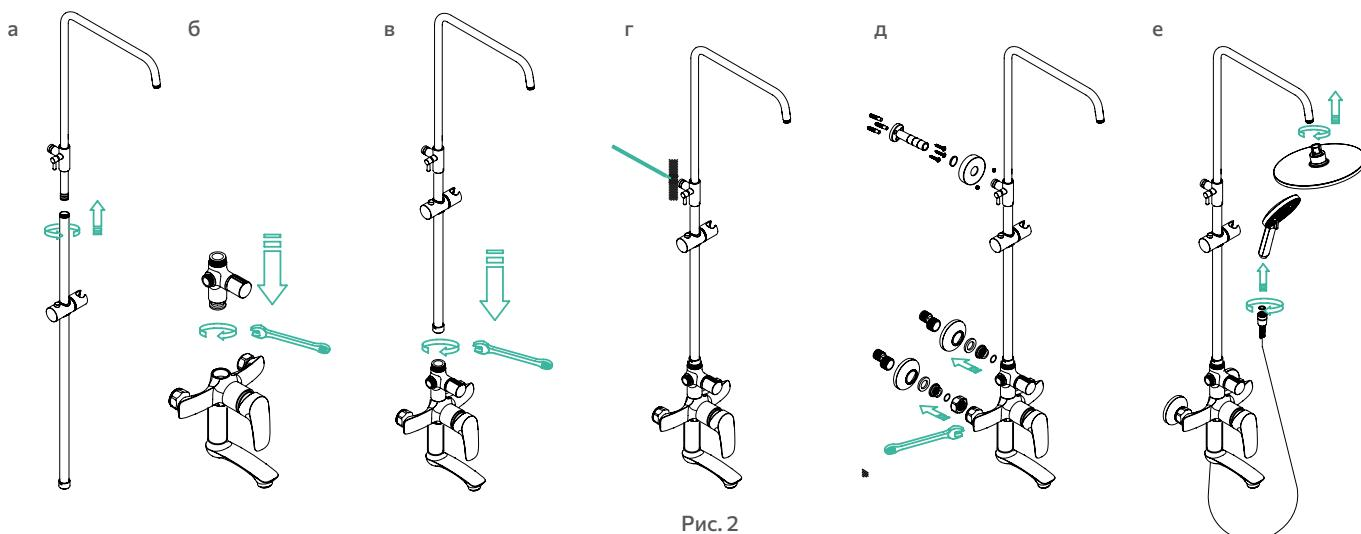

Рис. 2
- Установите штангу для душа (рис. 2). Отметьте места крепления и зафиксируйте штангу с помощью входящего в комплект крепежа.